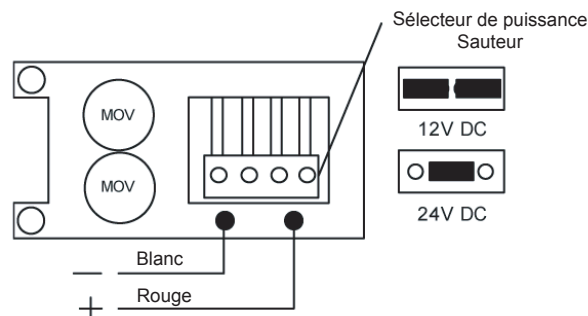

Figure 2.1 Dimensions
**Important:** L'interrupteur d'alimentation doit toujours être câblé comme illustré à la Figure 2.1 pour minimiser l'effet du magnétisme résiduel. Contactez Camden pour d'autres considérations liées au câblage.
Réglez les cavaliers pour un fonctionnement en 12V CC. (Voir Figure 2.1)